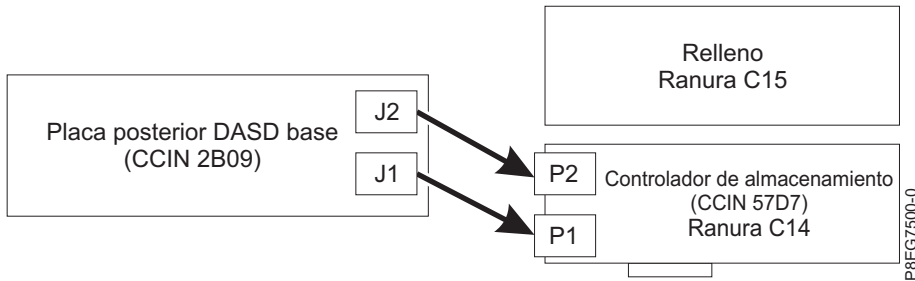

Figura 6. Reconexión del cable SAS en una configuración de almacenamiento base
- Si tiene un adaptador interno PCIe3 x8 SAS RAID (CCIN 57D7) en la ranura P1-C14 (característica de almacenamiento base), un cable SAS conecta el conector de la placa posterior de la unidad de disco inferior (J1) con el conector P1 del adaptador. El segundo cable SAS conecta el conector de la placa posterior de la unidad de disco superior (J2) con el conector P2 del mismo adaptador. Consulte Figura 6.